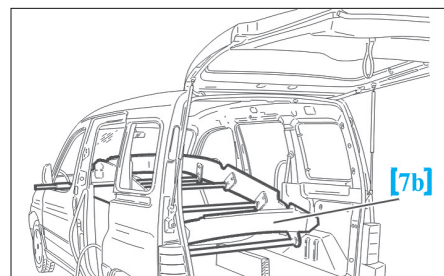

FIG. 113
- Positionner l'outil [7b] à l'intérieur du véhicule (Fig.113).